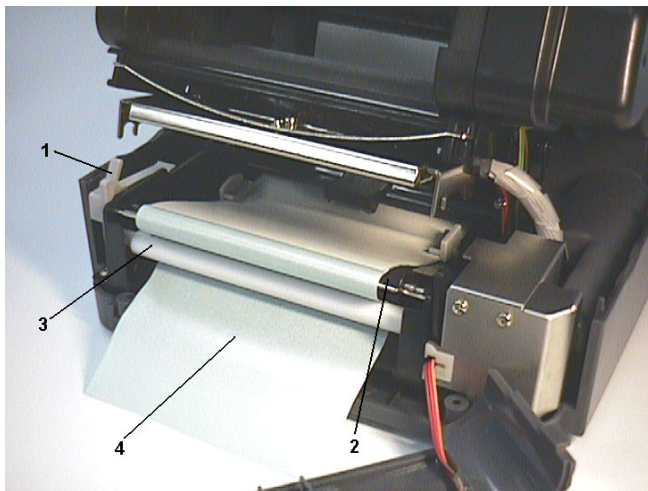

図 7 セルフ・リング 機能用にラベルを取付
2. ラベル 3~4 枚（ラベルサイズによって適度な枚数）をはがし、図 7 に示すように、ラベル台紙をプラテンとセルフ・リング・ローラーの間に通します。